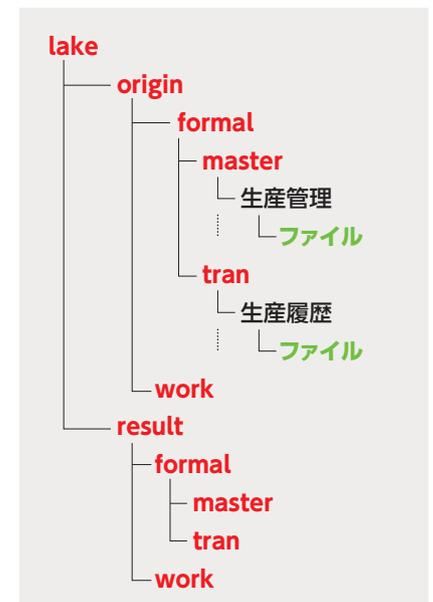

図5: フォルダの階層化の例
- (3) フォルダは、格納するデータの性質を示す名前を付けて階層化する。フォルダ構成例を図5に示す。赤文字のフォルダは筆者が推奨する構成である。「tran」には業務履歴としての